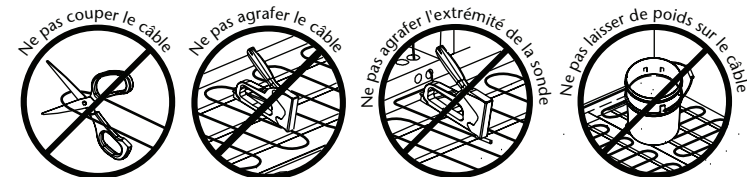

Figure 1.3
- Diminuer la longueur du câble chauffant noir ni altérer le câble **Momento Mat** sur quelque partie que ce soit de sa surface (figure 1.3);
- Agrafer le câble chauffant ou l'extrémité de la sonde de température au sous-plancher (figure 1.3);